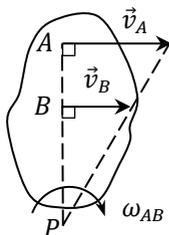

Рис. 20\*
3. Точки плоской фигуры лежат на общем перпендикуляре к их скоростям, скорости точек параллельны и направлены в одну сторону (рис. 20\*). МЦС находится в точке пересечения линий, соединяющих начало и концы векторов скоростей.